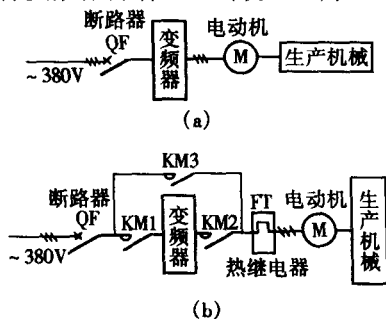

图 1-1-7 变频器输出电路
一般情况下，应采用直联的方式，如图 1-1-7(a) 所示。但在必要时，在一定条件下，亦是可以的，通常有以下两种情况。
(1) 工频—变频切换。如图 1-1-7 (b) 所示，接触器 KM1 、 KM2 同时合上处于变频运行，这时接触器 KM3 断开，并要连锁。 KM3 合上处于工频运行，这时 KM1 、 KM2 断开，并要连锁。操作时先选运行方式，再启动变频器。停止时先停变频器再切换 KM1 、 KM2 或 KM3 。不论 KM1 、 KM2 或 KM3 只能起线路隔离的作用，不能带负荷操作通断，以确保变频器的使用安全。
值得一提的是，图 1-1-7 (a) 所示电路，是绝不允许在变频器与电动机之间串接交流接触器的，否则极易损坏变频器。